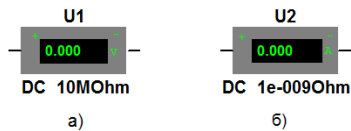

Рис. 11.1. Індикатори: а) вольтметр, б) амперметр
1. Indicator (Індикатор) (рис. 11.1).